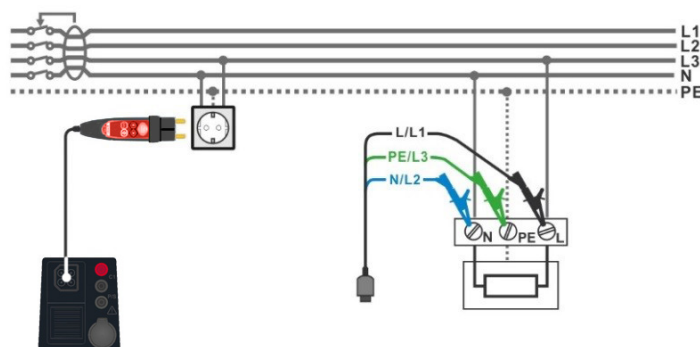

Abbildung 4.34: Anschluss des Commander-Prüfsteckers und der 3-Leiter-Prüfleitung
- Schließen Sie den 3-Leiter-Prüfleitung oder den Commander-Prüfstecker am Prüfobjekt an, siehe **Abbildung 4.34**.